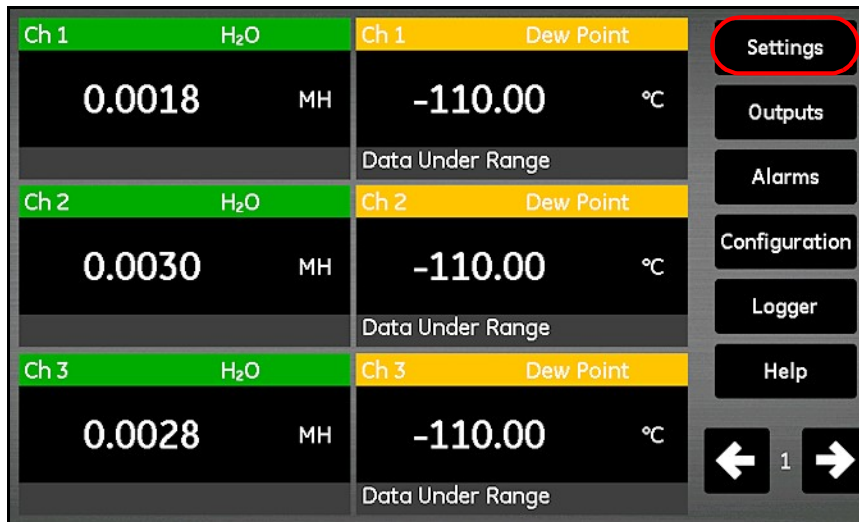

Figura 93: Botón Ajustes de la pantalla principal
3. En la pantalla principal, pulse el botón **Ajustes** (consulte la *Figura 93*).